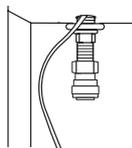

Figura 7.
8. Asegúrate que la Llave dispensadora haya quedado bien ajustada a la tarja de tu cocina (ver Figura 7).